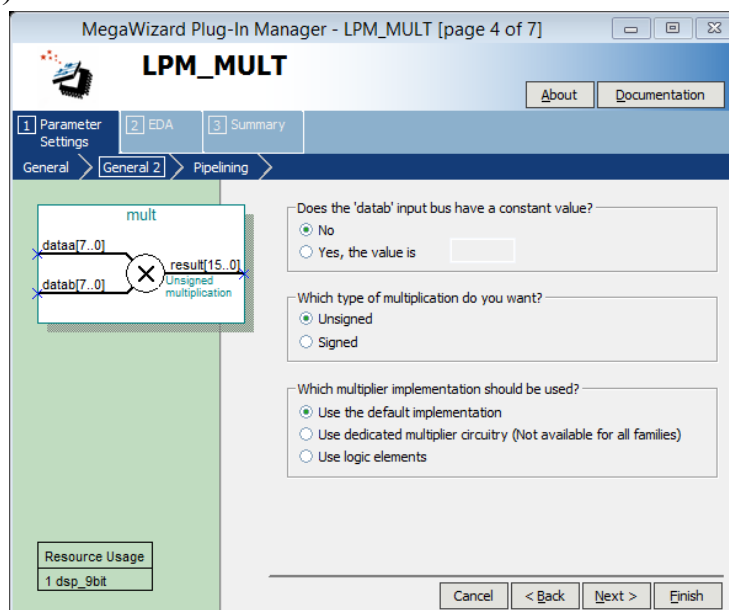

Рис. 13. Четверта сторінка налаштувань MegaWizard Plug-In Manager
2.1.7. На сторінці 4 (**General 2**) (рис. 13) всі налаштування залишаються по замовчуванню (**datab** не є константою, використовується беззнакове множення та спосіб реалізації помножувача обирається по замовчуванню). Натисніть **Next**.